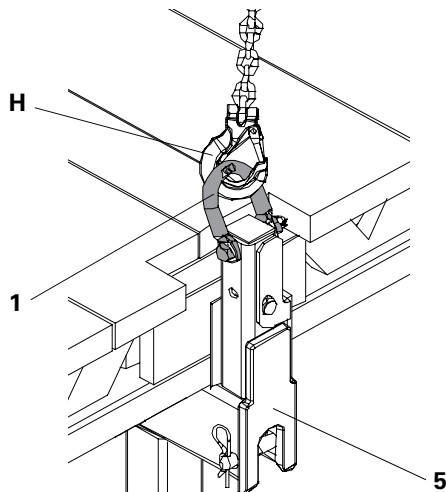

Fig. 8a
È consentito fissare un solo golfare CB 240-2 0,7 t a ciascuna mensola di ripresa (5). (Fig. 8a)
1. Agganciare il gancio (H) dell'imbracatura alla staffa (1) del golfare CB 240-2 0,7 t e chiuderlo. (Fig. 8a)